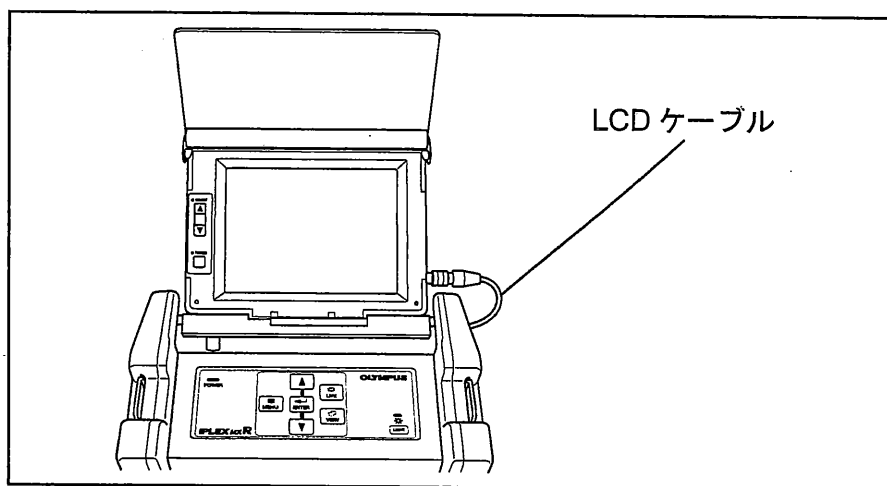

図 3.18
1. LCD ケーブルに切れなどの異常がなく、LCD コネクター部に確実に接続されていることを確認します（図 3.18 参照）。
2. LCD モニターが MXR 本体に対してスムーズに回転し任意の位置で固定されることを確認します（図 3.18 参照）。